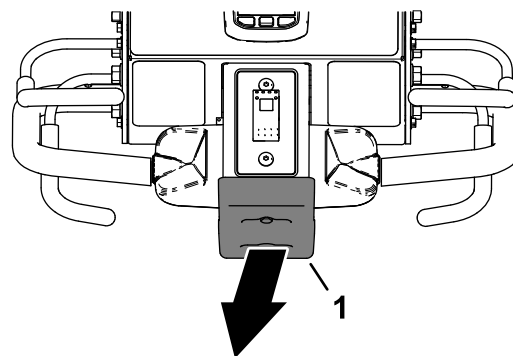

Рисунок 99
2. Отодвиньтесь от выключателя аварийного останова (Рисунок 99).